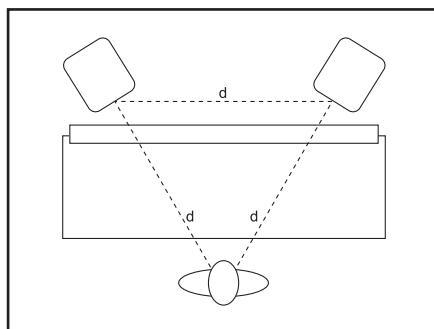

Abbildung 3.1
- **Mittelfeldkonfiguration** – Diese Konfiguration ähnelt der Nahfeldkonfiguration. Sie wird normalerweise bei größeren Monitoren verwendet oder wenn die Monitore zu groß oder zu schwer für die Meter-Bridge sind. Diese Anordnung hat das Potenzial für einen größeren Sweet Spot und bessere räumliche Abbildung. Achten Sie darauf, dass der Woofer höher als die Konsole angeordnet ist (Abbildung 3.1).